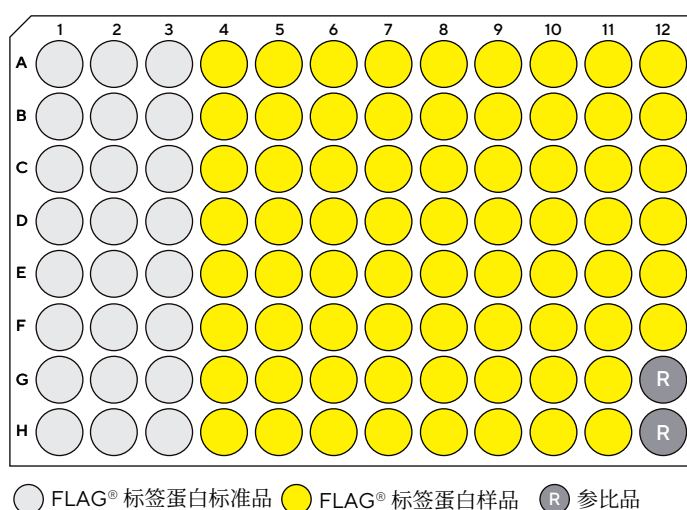

图5. 使用96孔板进行常规定量分析的孔板布局示例。
2. 使用之前在优化实验中描述的参数，设置基本定量分析。图5展示了检测设置示例。